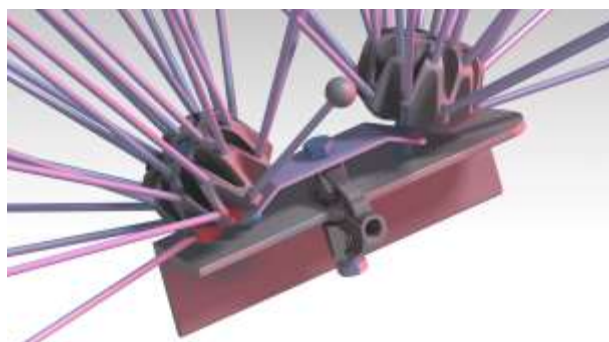

Рис. 5
3.4. Установка сдвоенного устройства показана на рис. 5. При этом используется дополнительная деталь – «пластина» (поставляется по отдельному заказу). Данный вариант установки позволяет увеличить диапазон действия устройства